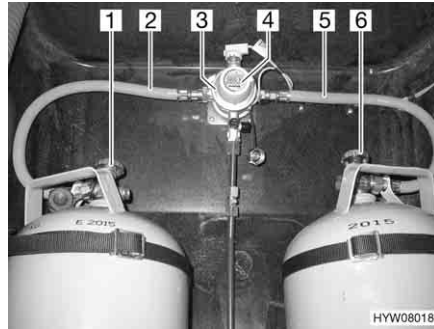
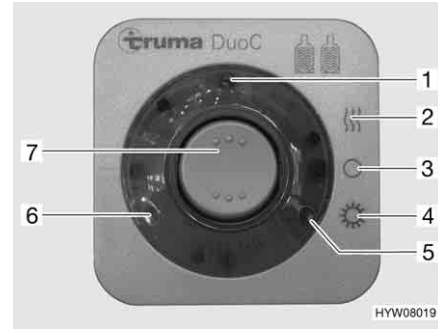

Bild 156 DuoControl-Umschaltanlage
Bild 157 Bedieneinheit
Die DuoControl-Umschaltanlage besteht aus einem Umschaltventil (Bild 156,3) und der Bedieneinheit (Bild 157). Das Umschaltventil ist zwischen den Gasschläuchen (Bild 156,2 und 5) montiert. Mit dem Drehknopf (Bild 156,4) am Umschaltventil kann bestimmt werden, welche der Gasflaschen als Betriebsflasche und welche Gasflasche als Reserveflasche verwendet wird.
An der Bedieneinheit (Bild 157) können nur die elektrischen Funktionen geschaltet werden. Die Haupt-Absperrventile der Gasflaschen (Bild 156,1 und 6) müssen von Hand geöffnet werden.
Das Umschaltventil gewährleistet einen konstanten Gasdruck, unabhängig davon, welche Gasflasche Gas liefert. Die zwei Kontroll-Leuchten an der Bedieneinheit zeigen den Füllstand der Betriebsflasche an. Wenn die grüne Kontroll-Leuchte (Bild 157,6) leuchtet, ist die Betriebsflasche voll. Wenn die rote Kontroll-Leuchte (Bild 157,5) leuchtet, ist die Betriebsflasche leer. Die Gasversorgung erfolgt dann über die Reserveflasche.
- Die Haupt-Absperrventile an den Gasflaschen (Bild 156,1 und 6) öffnen.
- Mit dem Drehknopf (Bild 156,4) am Umschaltventil (Bild 156,3) die Gasflasche wählen, der vorrangig das Gas entnommen werden soll (Betriebsflasche).
- An der Bedieneinheit (Bild 157) die DuoControl-Umschaltanlage einschalten.
Dazu den Wippschalter (Bild 157,7) auf Winterbetrieb "Ein und Heizen" (Bild 157,2) oder auf Sommerbetrieb "Ein" (Bild 157,4) stellen. Das Umschaltventil ist jetzt entlüftet. Die gelbe Kontroll-Leuchte (Bild 157,1) leuchtet, wenn Winterbetrieb gewählt wird und die Regler-Enteisungsanlage eingeschaltet ist.
- Den Wippschalter (Bild 157,7) auf "0" (Bild 157,3) stellen. Die gelbe Kontroll-Leuchte (Bild 157,1) erlischt.
- Die Haupt-Absperrventile an den Gasflaschen (Bild 156,1 und 6) schließen.
Die Kontroll-Leuchten an der Bedieneinheit (Bild 157,5 und 6) signalisieren im Fahrzeuginnenraum, ob die Betriebsflasche betriebsbereit ist.
Wenn die grüne Kontroll-Leuchte (Bild 157,6) während des Betriebs erlischt und die rote Kontroll-Leuchte (Bild 157,5) aufleuchtet, ist die als Betriebsflasche gewählte Gasflasche leer und muss gewechselt werden. Die Reserveflasche versorgt die Gasverbraucher weiterhin mit Gas.